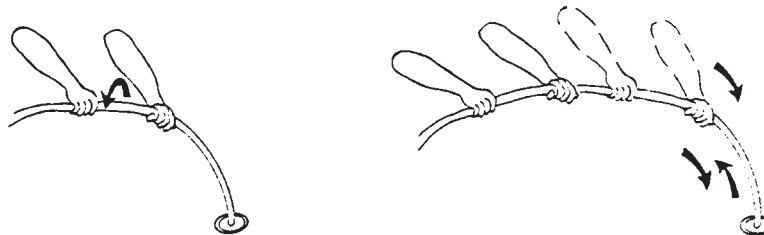

Fig. 8
14. Si la manguera no avanza aun con la ayuda del pulsador, quizás sea necesario retirarla un poco más y retorcerla (Fig. 8).